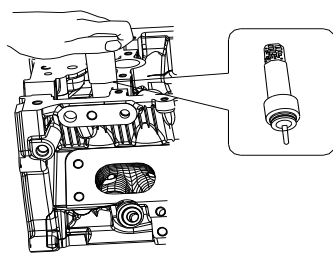

Рис. 1-9
9. Снятый маслоотражательный колпачок клапана нельзя использовать повторно. При сборке необходимо установить новый колпачок. Как показано на рис. 1-9, при установке маслоотражательного колпачка